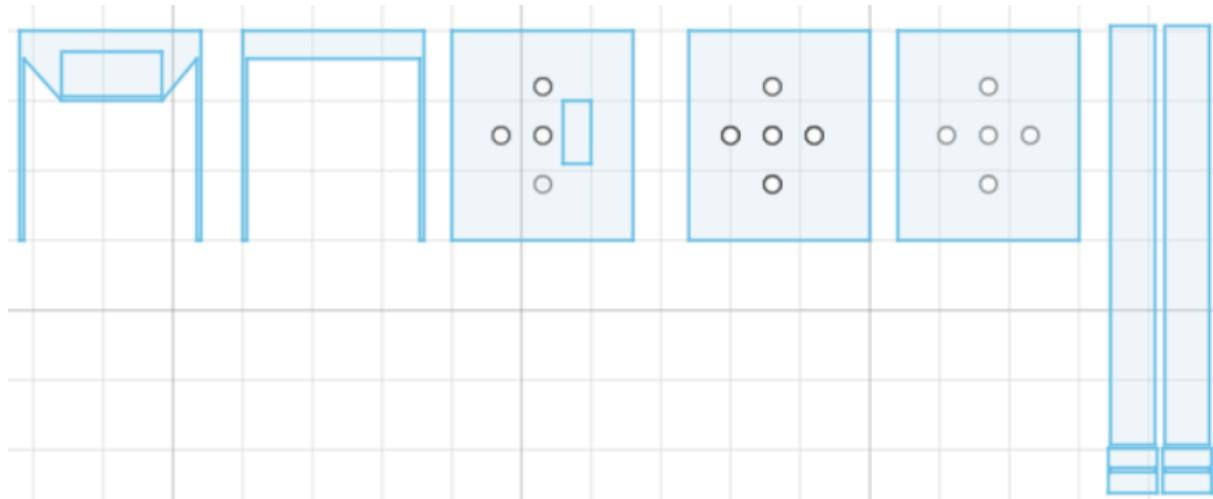
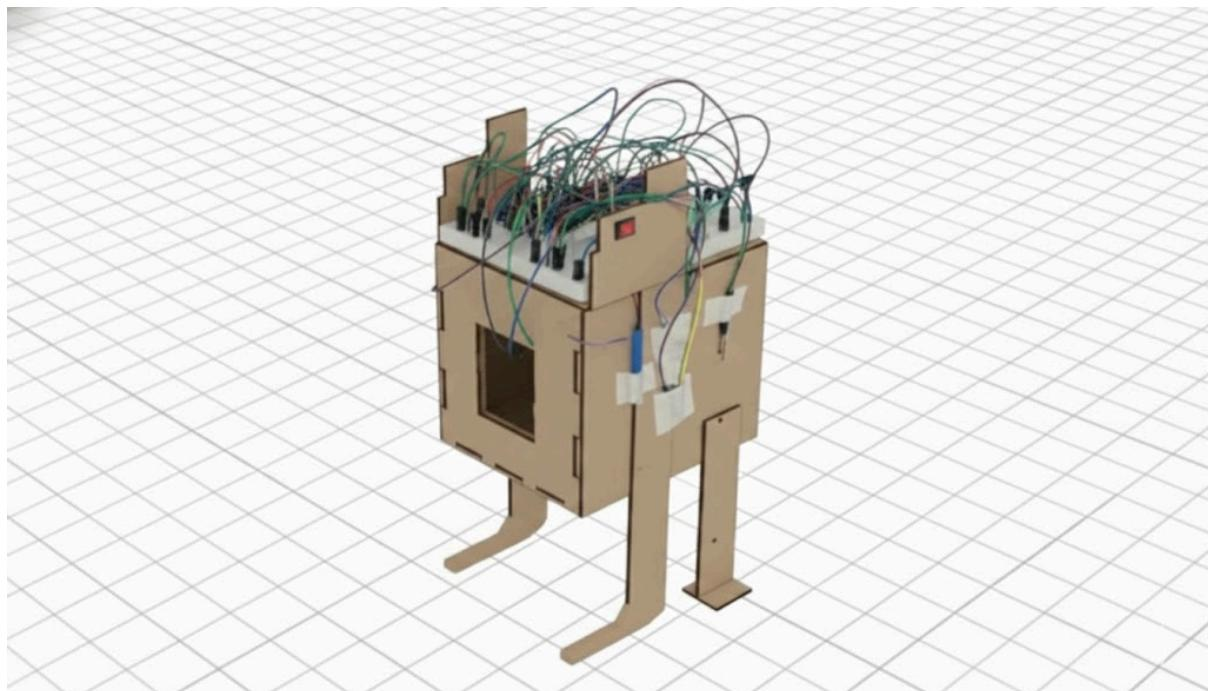

Figura 3: Vista en Fusion 360
Figura 5: Módulo de Detección Ensamblado (referencial)
- **Soportes Verticales y Patas:** Se observan piezas rectangulares de diferentes tamaños que actúan como **patas o soportes verticales** para elevar la estructura del carril del suelo (visible en la Figura 3).
La Figura 3 muestra la vista de diseño de las piezas estructurales del Módulo de Detección, las cuales serán ensambladas para formar la caja que alberga la electrónica.
- **Paredes Laterales (Las piezas más largas a la izquierda):** Son las paredes que definen la **altura y profundidad** del módulo. Estas piezas tienen grandes cortes rectangulares en la parte superior, que actúan como marcos o huecos para montar la placa superior de control y proporcionar acceso a la electrónica interior. En el ensamblaje (Figura 5), estas se convierten en los lados izquierdo y derecho del módulo central.
El objetivo de ensamblaje es crear la estructura robusta y funcional que se muestra en la Figura 3, utilizando uniones machihembradas o encajables sin necesidad de adhesivos excesivos.
El ensamblaje de la Figura 5 tiene como objetivo construir una estructura de caja robusta y elevada a partir de las piezas planas cortadas con láser de la Figura 3.
- **Cierre Superior:** La placa superior se fija en la parte superior, proporcionando una superficie para el **montaje y cableado** del circuito de control (visible en la Figura 5, con cables saliendo de la parte superior).
El resultado final (Figura 5) es un soporte vertical autónomo de madera (MDF) con una cavidad interna, listo para recibir los componentes electrónicos (Raspberry Pi, Arduino, drivers y sensores) y colocarse sobre la Cinta Transportadora.
- El **Motor DC con caja reductora** se fija a un soporte de madera independiente, diseñado para alinear su eje con el **eje de tracción de la cinta transportadora** (Figura 3).
- El **Módulo de Detección ensamblado** (Figura 5), que ya contiene la electrónica interna (Arduino Mega, RPi 5 y el cableado de la tapa superior), se coloca directamente sobre la estructura de la cinta transportadora.
- Las **patas curvas** del Módulo de Detección (Figura 5) están diseñadas para encajar y dar estabilidad a horcajadas sobre los **rieles laterales** de la Cinta Transportadora (Figura 3). Esta ubicación central permite que el sensor de visión y el mecanismo de actuación (servomotores) queden perfectamente **alineados sobre la banda azul**.